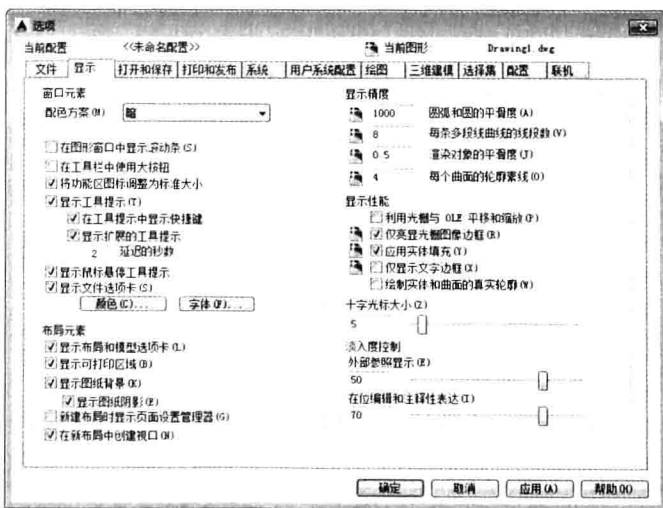

图 1-13 “选项”对话框中的“显示”选项卡
- (1) 选择菜单栏中的“工具”→“选项”命令，弹出“选项”对话框。
- (2) 单击“显示”选项卡，如图 1-13 所示。
在如图 1-13 所示的“显示”选项卡中拖动“十字光标大小”区的滑块，或在文本框中直接输入数值，即可对十字光标的大小进行调整。